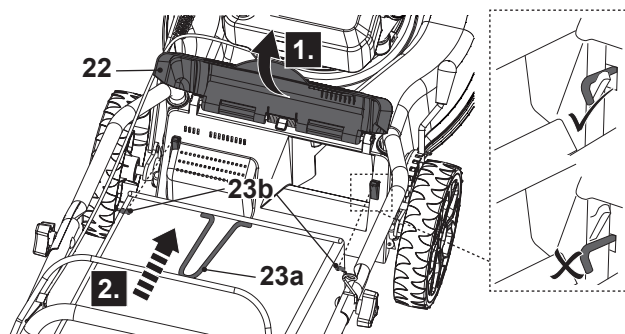

Fig. 6
2. Abra a proteção do defletor traseiro (22) e segure-a na posição (Fig. 6, etapa 1).
4. Alinhe os ganchos (23b) com a fenda e pendure o armazenador de relva (Fig. 6) corretamente.